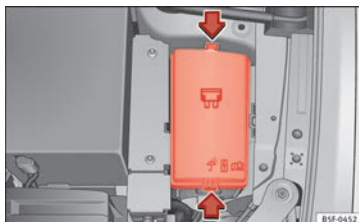

Bild 102 I motorrummet: lock till säkringsdosan
- Tryck på låsflikarna för att lossa säkringsdosans lock » **bild 102**.